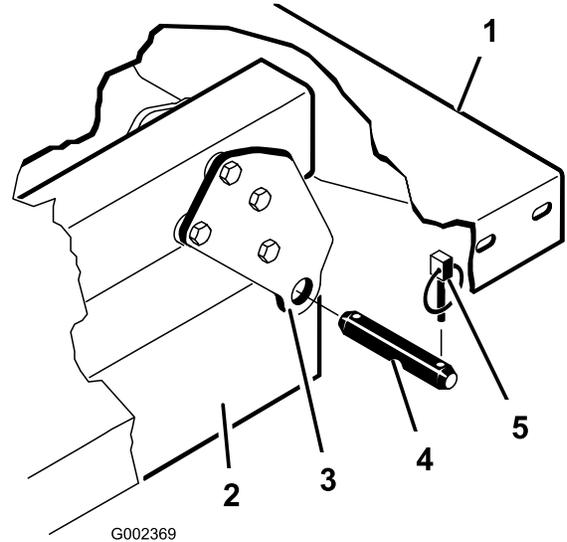

Рисунок 4
4. Выньте шплинты и штифты с отверстием под шплинт, которые крепят шарнирные кронштейны к швеллерам рамы (Рисунок 4).
3. Удалите штифты с отверстием под шплинт, которые крепят концы штоков гидроцилиндров к монтажным плитам кузова, протолкнув штифты внутрь (Рисунок 4).